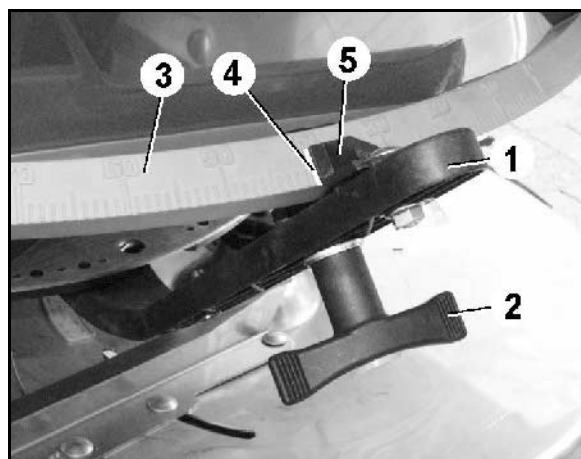

Fig. 11
În acest caz, reglarea cantității se efectuează, conform tabelului cu date pentru împrăștiere, cu ajutorul pârghiilor de reglare (Fig. 11/1).
2. Slăbiți piulița-fluture (Fig. 11/2).
3. Căutați pe scală poziția necesară a vanelor glisante) (Fig. 11/3).
4. Poziționați muchia de citire (Fig. 11/4) a acului indicator al pârgiei de reglare (Fig. 11/5) pe valoarea de pe scală.
5. Strângeți din nou ferm piulița-fluture (Fig. 11/2).